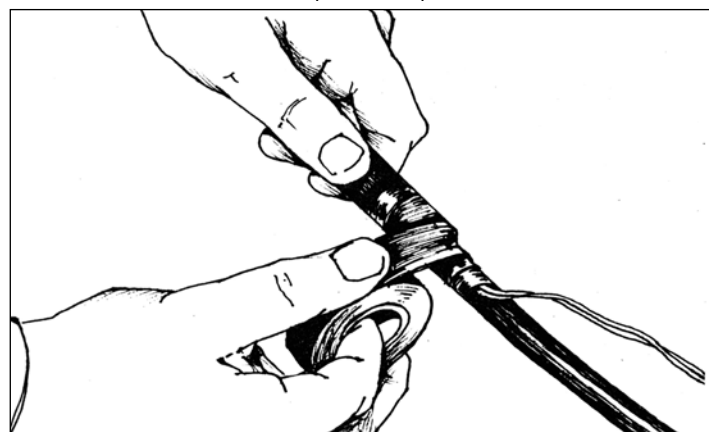

Рис. 3.2. Наложение проволочного бандажа на стальной гофрированной оболочке
**3.1.2.** Далее берут кроссировочный провод ПКСВ 2х0,5 длиной не менее 600 мм и на конце, на длине 100 мм освобождают от изоляции. Затем на защищенном участке стальной оболочки проводом ПКСВ 2х0,5 делают два плотных витка, концы с натяжением плотно скручивают (Рис. 3.2).